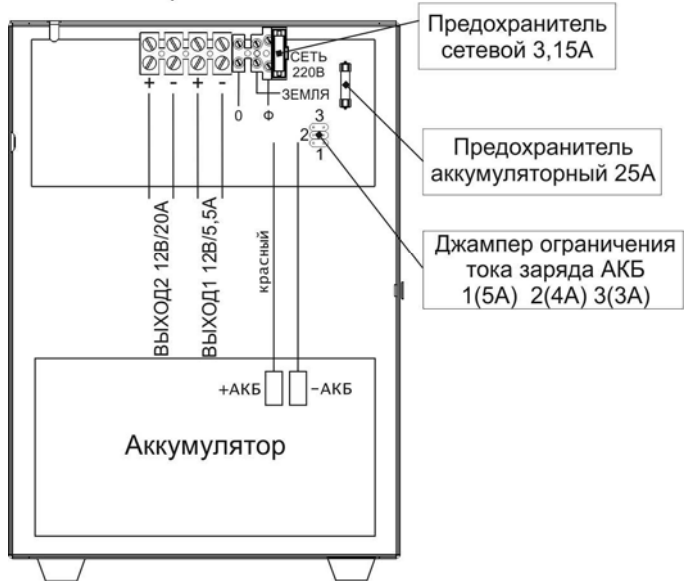

Рис.1 Расположение коммутационных элементов.
Имеется возможность установки трех значений тока ограничения заряда, посредством изменения положения джампера (см. таблица 1 и Приложение рис.1), в зависимости от емкости подключаемой АКБ. В момент заряда АКБ от сети возможно питание нагрузки. Для оптимального заряда АКБ рекомендуется рассчитывать нагрузку таким образом, чтобы максимальный ток нагрузки не превышал значений указанных в табл.1
При необходимости отключения напряжения сети нужно извлечь, а для подачи напряжения вставить обратно, держатель с предохранителем в сетевой колодке (см. Приложение рис.1).
Подключение изделия производится при отключенном сетевом напряжении и открытой крышке (рисунок 1 приложения) в следующей последовательности:
- подключить провода сети 220 В 50 Гц к сетевой колодке изделия с учетом указанной фазировки (см. Приложение рисунок 1).
- установить джампер в одно из трех положений, соответствующих емкости используемых АКБ, см. Приложение рисунок 1.